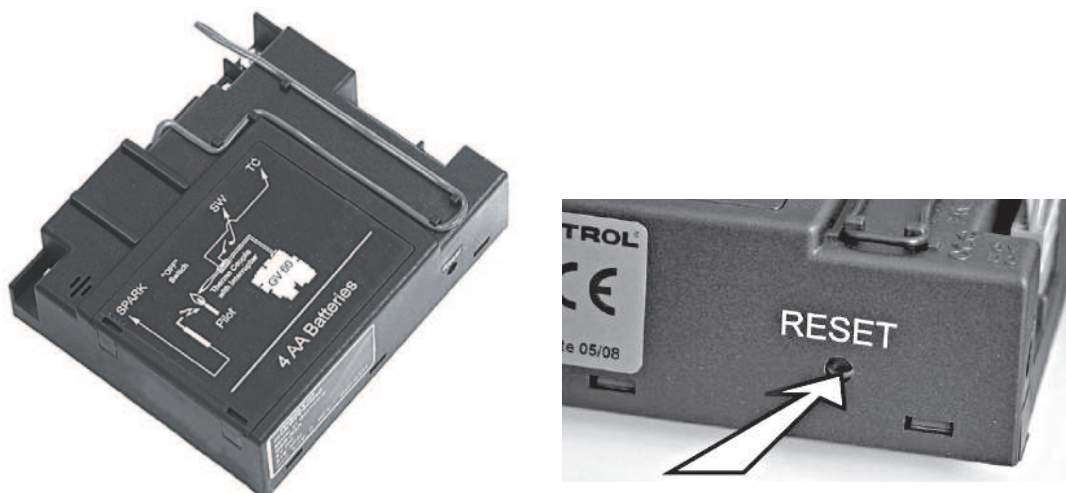

Figura 3: Botón “RESET” del Receptor
- Pulse el botón **“RESET”** del receptor y manténgalo pulsado hasta la emisión de 2 señales sonoras. Ver figura 3. Suelte el botón **“RESET”** después de oír la segunda señal sonora (ligeramente más larga).